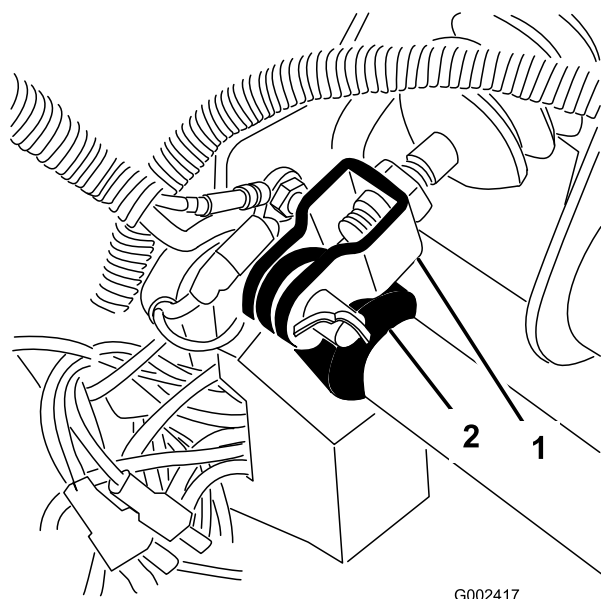

Figure 69
1. Retirez la goupille fendue et l'axe de chape qui fixe la chape du maître-cylindre au pivot de la pédale de frein (Figure 69).